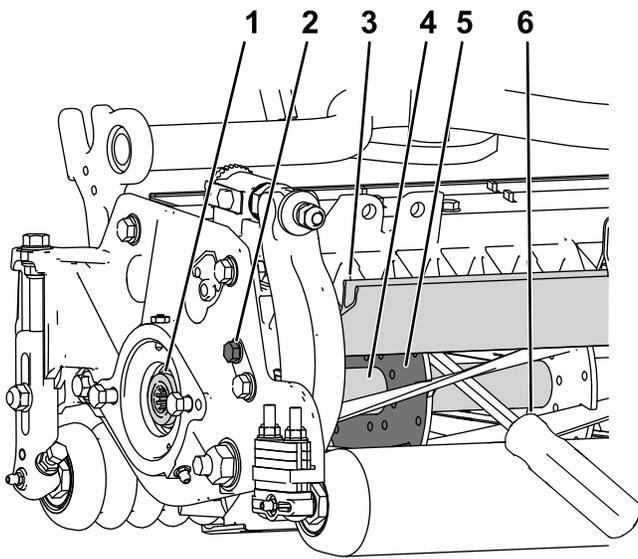

Figura 25
1. Allentate il bullone del deflettore sul lato sinistro dell'apparato di taglio e sollevate il deflettore posteriore (Figura 25).
2. Inserite un piede di porco con manico lungo (3/8" x 12" raccomandato con manico a cacciavite) attraverso la parte posteriore del cilindro di taglio, più vicino al lato dell'apparato di taglio da serrare (Figura 25).
3. Posizionate il piede di porco contro il lato di saldatura della piastra di supporto del cilindro (Figura 25).